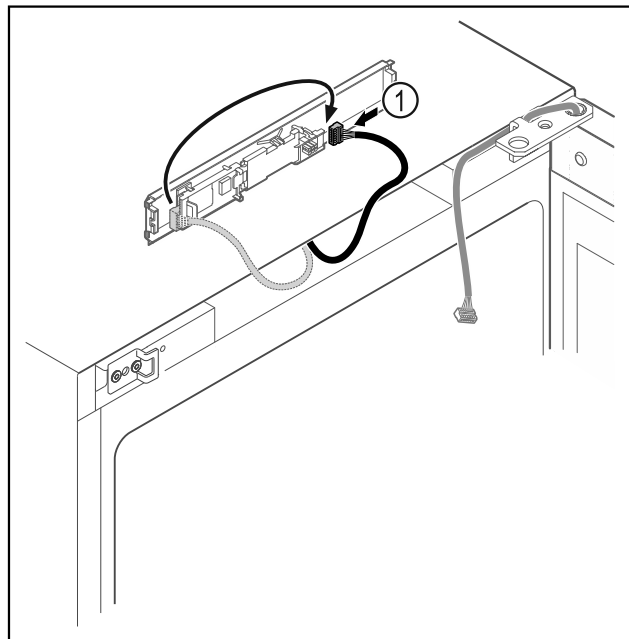

Fig. 7
- Μεταφέρετε το φιλ Fig. 7 (1) στην πλακέτα.